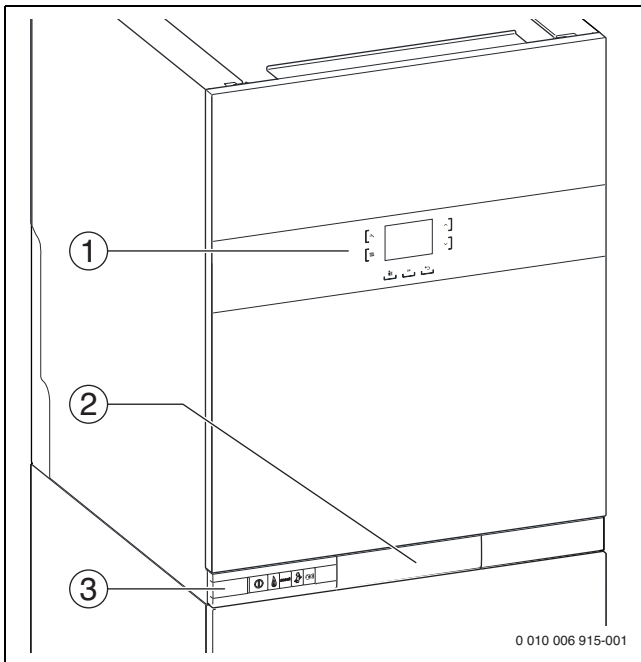

Bild 189 Übersicht der Bedienelemente
- ▶ Gerät am Ein/Aus-Schalter (→ Bild 189) einschalten.